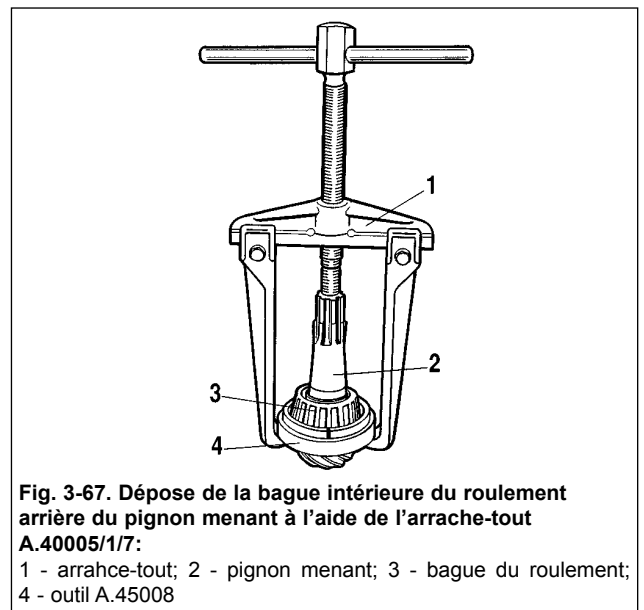

Fig. 3-67. Dépose de la bague intérieure du roulement arrière du pignon menant à l'aide de l'arrache-tout A.40005/1/7:
- déposer l'entretoise depuis le pignon d'attaque, déposer aussi la bague intérieure du roulement arrière à rouleaux à l'aide de l'extracteur A.40005/1/7 et l'outil A.45008 (fig. 3-67);